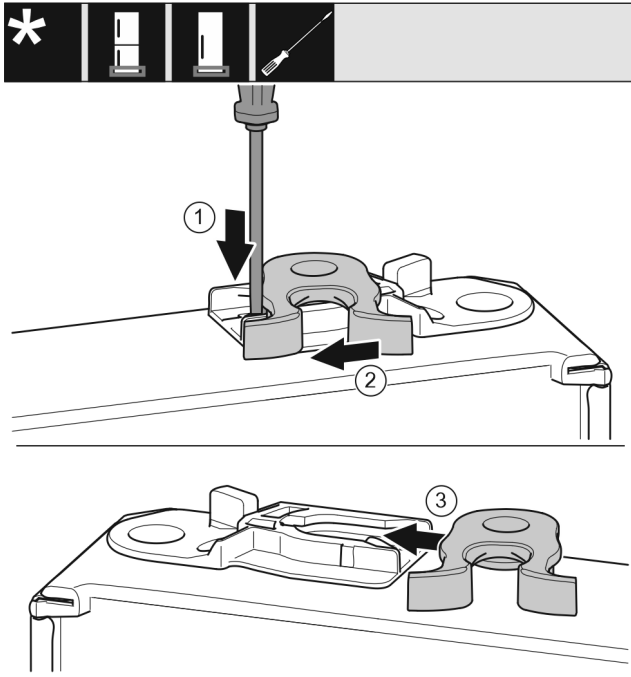

Fig. 24 *
- Shtypni për poshtë gjuhëzën Fig. 24 (1) me një kaçavidë me kokë petë.*
- Nxirrni jashtë nga foleja udhëzuese grepat e mbylljes Fig. 24 (2).*
- Futni grepat e mbylljes Fig. 24 (3) në folenë udhëzuese në anën tjetër.*